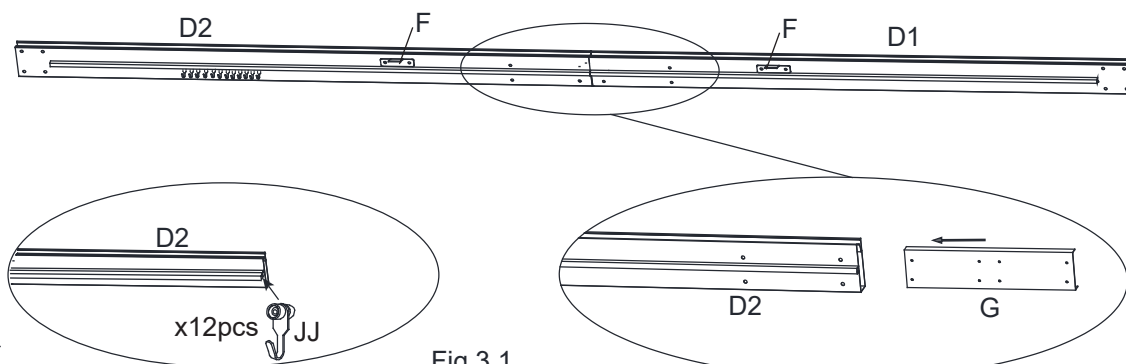

Fig.3.1
3.1. Faites glisser la suspente (JJ) sur le linteau long droit (D2), voir Fig. 3.1.